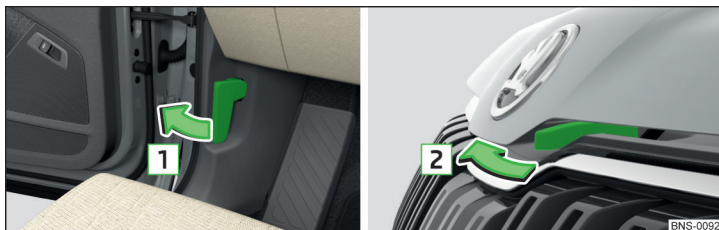

Abb. 322 Motorraumklappe öffnen
- Die Fahrertür öffnen und am Entriegelungshebel unterhalb der Schalttafel in Pfeilrichtung **1** ziehen » Abb. 322.